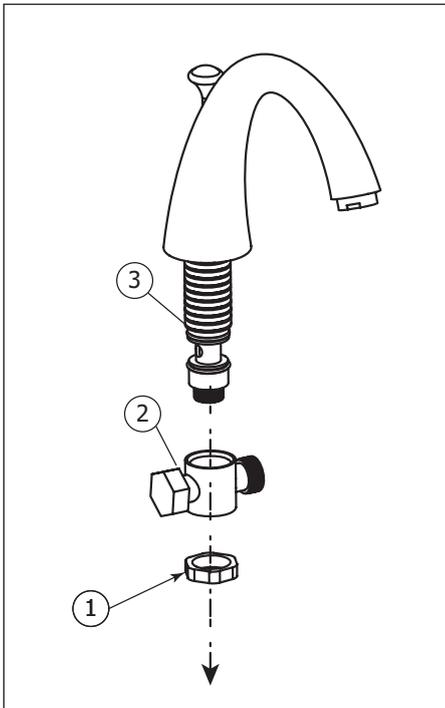

Fig.2
Unscrew the hexagonal nut (1) and pull out the T connection (2) from the shank (3). Fig.2.
Dévisser l'écrou de retenue (1) et séparer la connection en T (2) de son raccord (3). Fig.2.